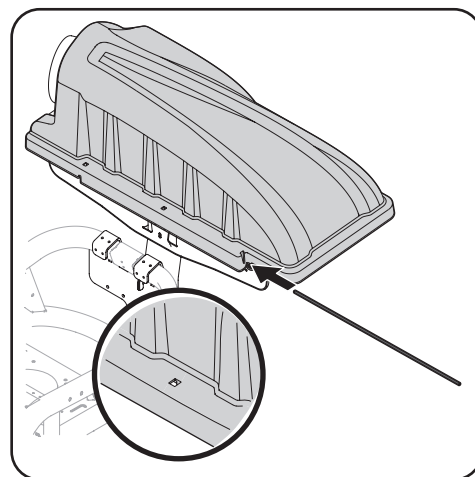

Figura 4-12
6. Deslice el pasador de horquilla en el orificio ubicado en la lengüeta de montaje, como se indica en la Figura 4-12. Use las ventanas recortadas (consulte el recuadro de la Figura 4-12) para alinear el pasador de horquilla del otro lado y empujelo hasta que llegue al tope. En este punto el pasador calza en su posición y queda asegurado por una lengüeta en la cubierta de la embolsadora.